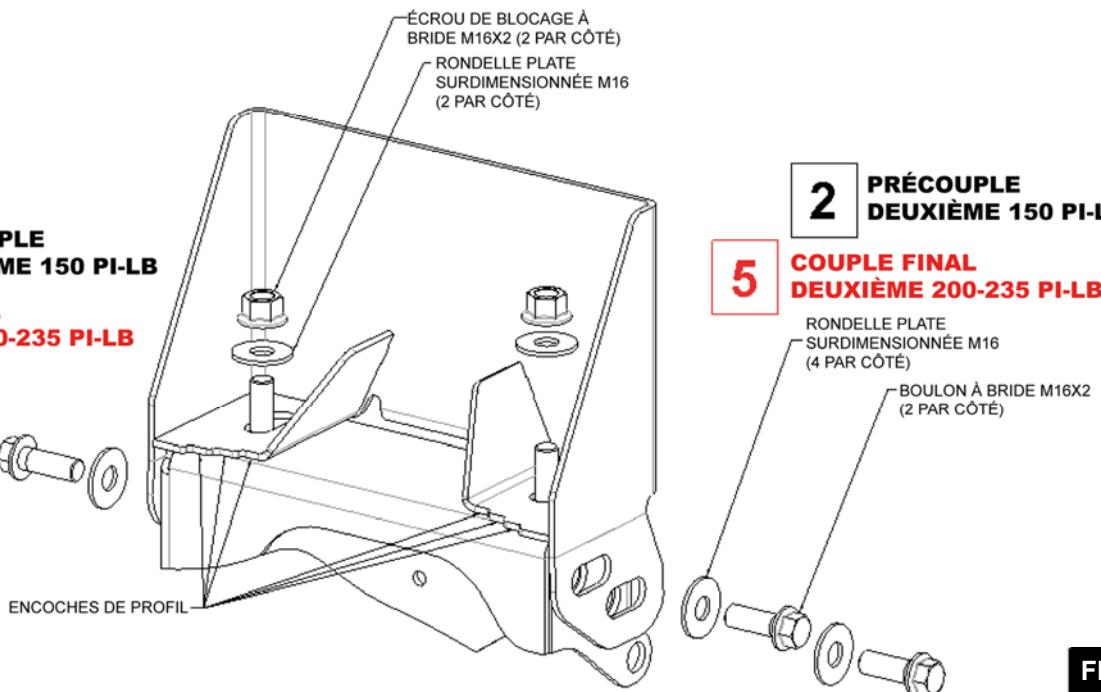

FIG. 4
9.6 Assembler la suspension sur les supports du cadre avant à l'aide du matériel de montage fourni (voir **figure 4** pour plus de détails sur la fixation).
NOTE: Centrez la suspension sur le camion en utilisant les encoches de profil du cintre comme indicateur visuel (voir **figure 4**).
COUUPLE M16 fasteners as shown in Fig. 4.